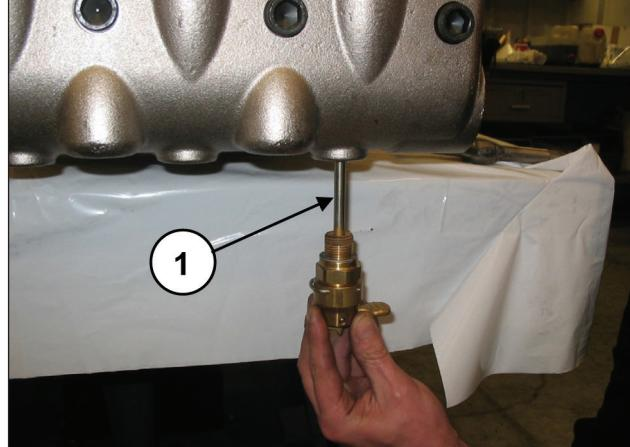
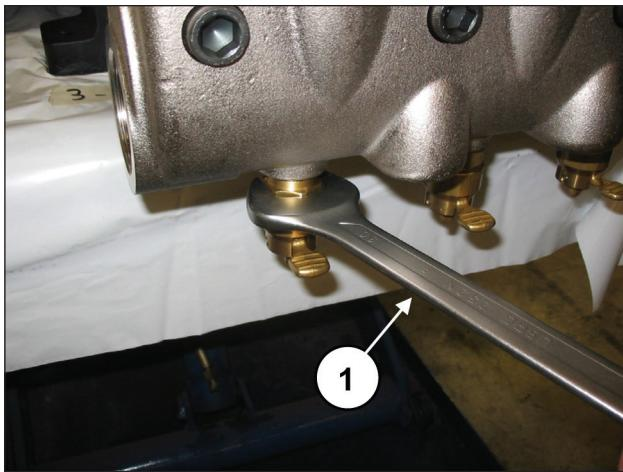

Abb. 119
Abb. 120
Eichen Sie die Schrauben M16x55 des Deckels mit einem Drehmomentschlüssel, wie in Kapitel 3 gezeigt. Bringen Sie die Ventilöffner an (Pos. ①, Abb. 119) und drehen Sie diese mit einem 30 mm Schlüssel fest (Pos. ①, Abb. 120).